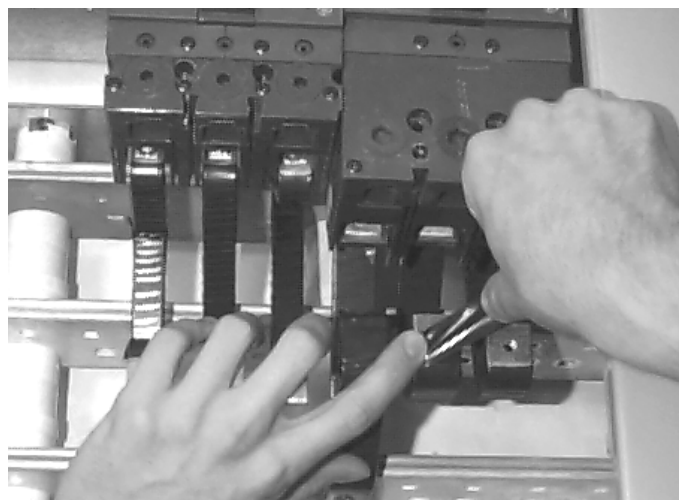

Figure 8. Application de ruban isolant aux surfaces de contact inutilisées de barrettes.
**6. Enrubanner les contacts inutilisés.** Appliquer de multiples couches d'isolation aux surfaces de contact inutilisées de la barrette, comme illustré à la Figure 8. N'utilisez qu'un ruban thermoplastique homologué 105°C UL (OANZ2, Permacel P-30-105 ou 3M 66R). Entrecroiser plus de la moitié de chaque tour précédent, comme montré, pour obtenir une épaisseur de ruban minimale de 0.028 pouce. Cette isolation demande deux couches complètes de tours entrecroisés.